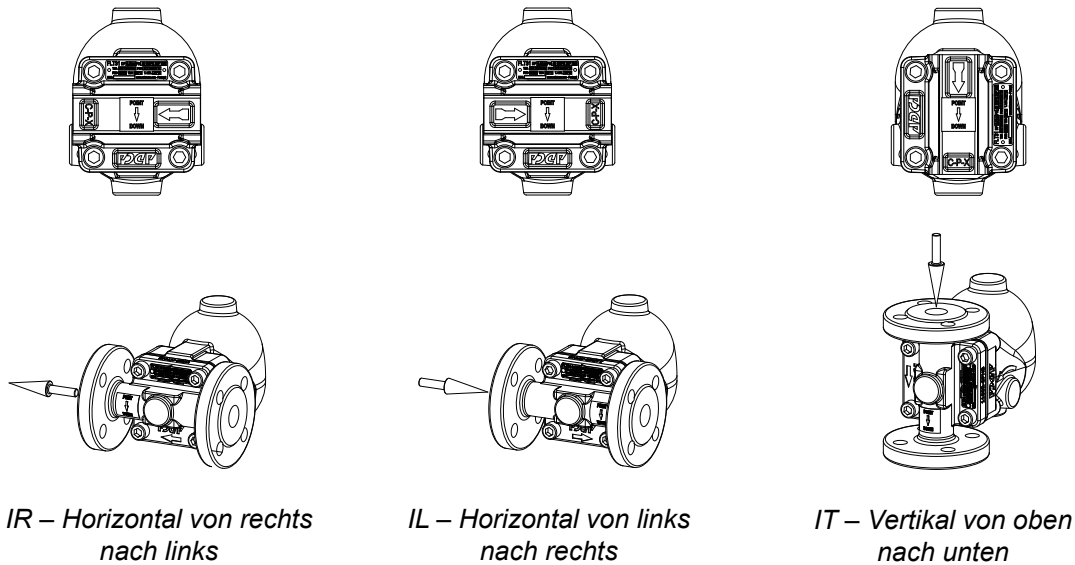
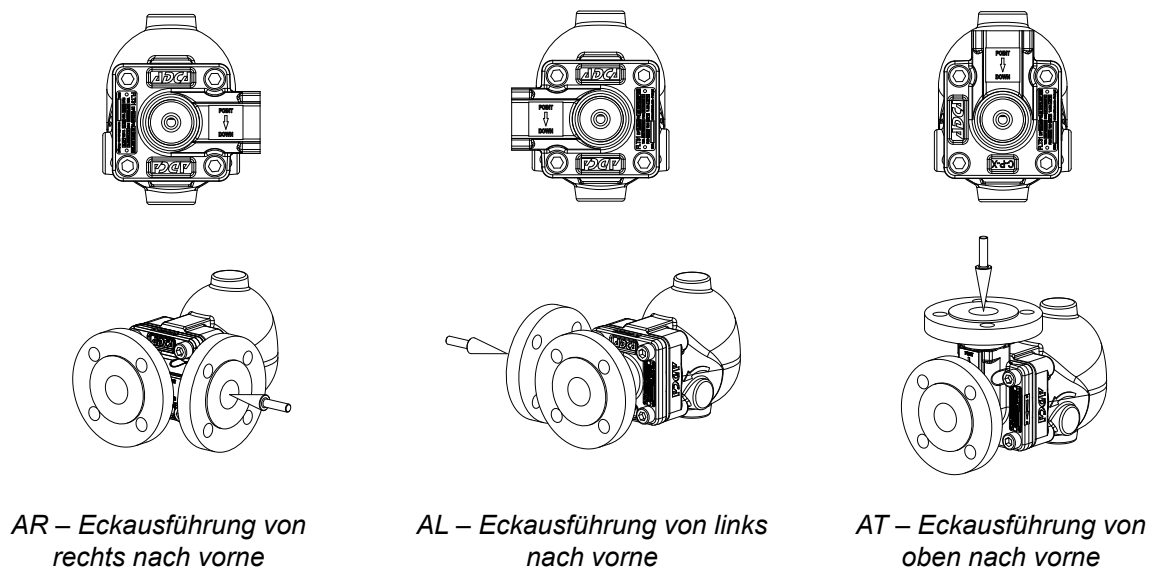

Abb. 2 – Möglichkeiten der Durchflussrichtung bei Kondensatableitern mit Inline-Anschluss
Abb. 3 – Möglichkeiten der Durchflussrichtung bei Kondensatableitern mit abgewinkelten Anschlüssen
1. Lösen Sie die Schrauben (10) nach und nach kreuzweise und trennen Sie den Deckel (2) vom Gehäuse (1).
2. Die Gehäusedichtung (3) entfernen und die Oberflächen gründlich reinigen, so dass keine Graphitreste zurückbleiben.
3. Die Sitzmutter (4A) abschrauben, die Dichtung (5) prüfen und ggf. ersetzen.
5. Drehen Sie das Gehäuse (1) in die gewünschte Durchflussrichtung gemäß Abb. 2 und Abb. 3, wobei der Mechanismus (4, 6, 7, 8, 9) mit der automatischen Entlüftung (9) nach oben gerichtet bleiben muss. Den Aufkleber "POINT DOWN" entsprechend wieder anbringen.
6. Befestigen Sie den Sitz (4) und ziehen Sie die Sitzmutter (4A) mit dem empfohlenen Drehmoment an - siehe Abschnitt 9.6 - Anzugsdrehmomente.
7. Setzen Sie eine neue Gehäusedichtung (3) ein und montieren Sie den Deckel (2) mit dem vorstehenden Teil nach oben.
8. Tragen Sie ein geeignetes Schmiermittel auf die Gewinde der Schrauben (10) auf und ziehen Sie sie allmählich kreuzweise an, bis das empfohlene Anzugsmoment erreicht ist - siehe Abschnitt 9.6 - Anzugsmomente.
2. Der Kondensatableiter kann in jeder der in Abb. 2 und Abb. 3 dargestellten Positionen eingebaut werden.